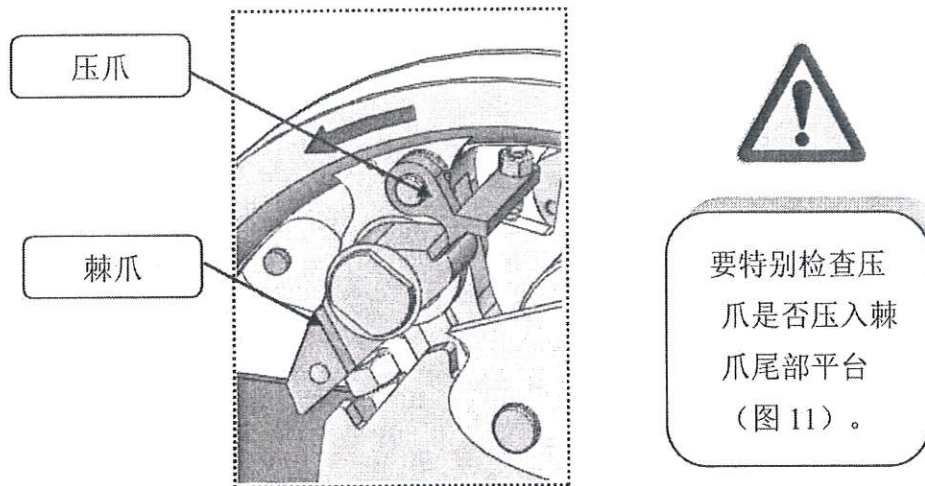

图 11 正常状态下压爪棘爪状态
(1) 检查压爪是否压入棘爪尾部平台，如图 11。
步骤二：复位棘爪压爪。抬起棘爪并使压爪压在棘爪尾部平台，如图 11。